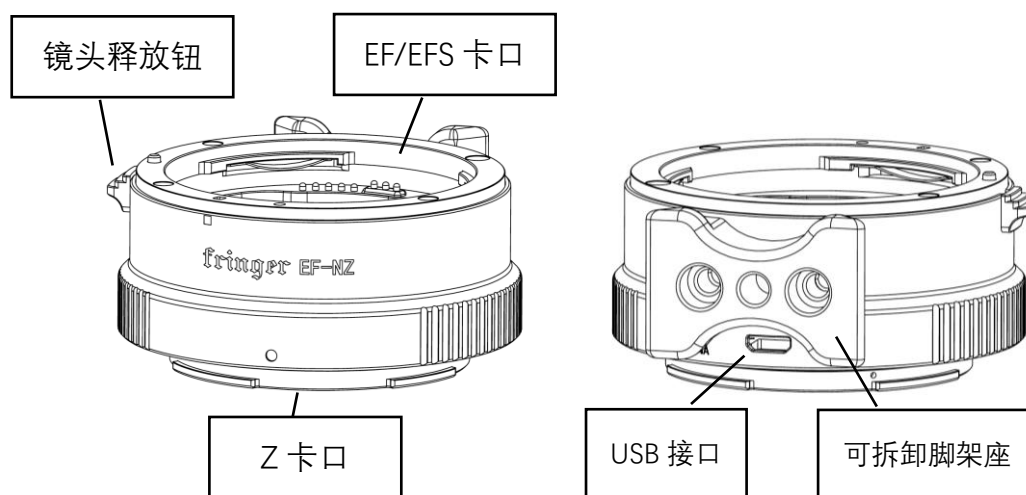

图 1. Fringer EF-NZ 转接环示意图
3) 取下转接环底部脚架座旁的 USB 插座（参见图 1）上的防尘塞，将 Micro USB 电缆一端插入，插头的方向不要插反，轻轻插到底。